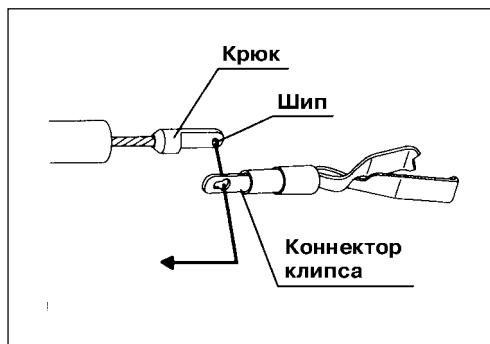

Рис. 3.7.
- 3.** Совмещая более широкую часть отверстия в коннекторе клипса с шипом на крюке, вставьте шип крюка в отверстие (см. рис. 3.7, 3.8 и 3.9). Затем втяните клипс в направлении дистального конца.